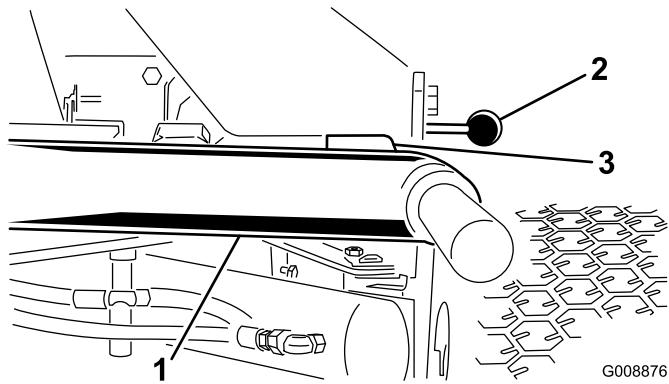

Figura 25
- Ligue o motor, eleve os braços de elevação e verifique se a folga entre cada braço de elevação e o suporte da placa do chão é de 5 a 8 mm (Figura 25).